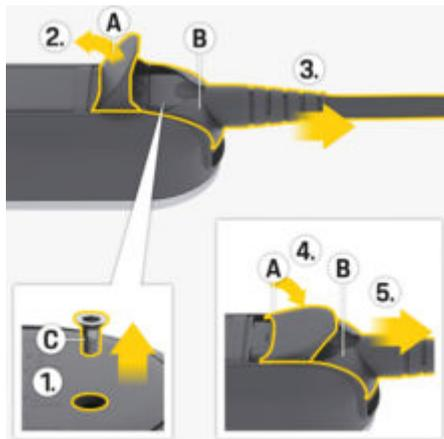

Рис. 13: Отсоединение сетевого кабеля
- 1. Выкрутите винт **С** (Рис. 13) с помощью подходящего инструмента.
- 2. Полностью откройте крышку **А** (Рис. 13).
- 3. Вытяните штекер **В** (Рис. 13) до первого сопротивления.
- 4. Закройте крышку **А** (Рис. 13) прим. до 15 градусов (крышка должна опираться на штекер **В** (Рис. 13)).
- 5. Полностью извлеките штекер **В** (Рис. 13).